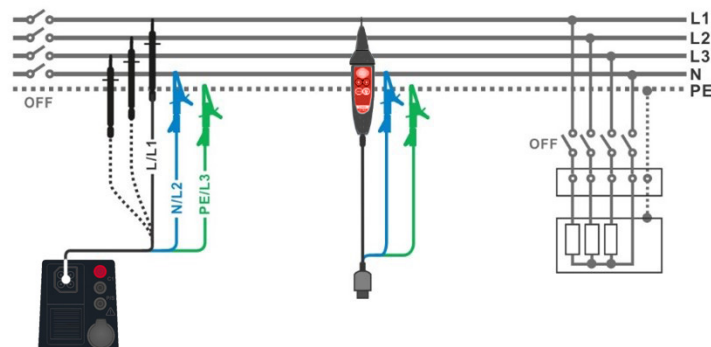

Abbildung 7.11: Anschluss der 3-Leiter-Prüfleitung und der optionalen Commander-Prüfspitze (044155)
- Schließen Sie die Prüfleitungen am Prüfobjekt an (siehe **Abbildung 7.11**). Die 3-Leiter-Prüfleitung, der Commander-Prüfstecker und die optionale Commander-Prüfspitze (044155) können verwendet werden.